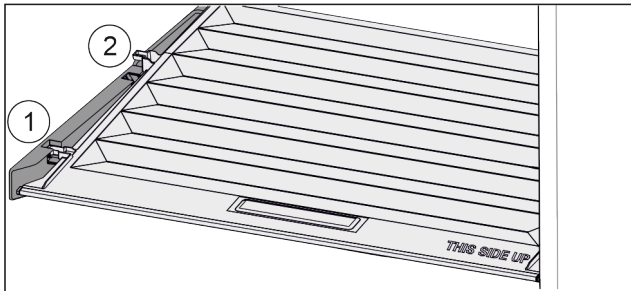

Fig. 161
- ▶ Poklopac do otvora u pridržnim dijelovima povucite prema naprijed Fig. 161 (1).
- ▶ Podignite ga odozdo sa stražnje strane i izvadite prema gore Fig. 161 (2).